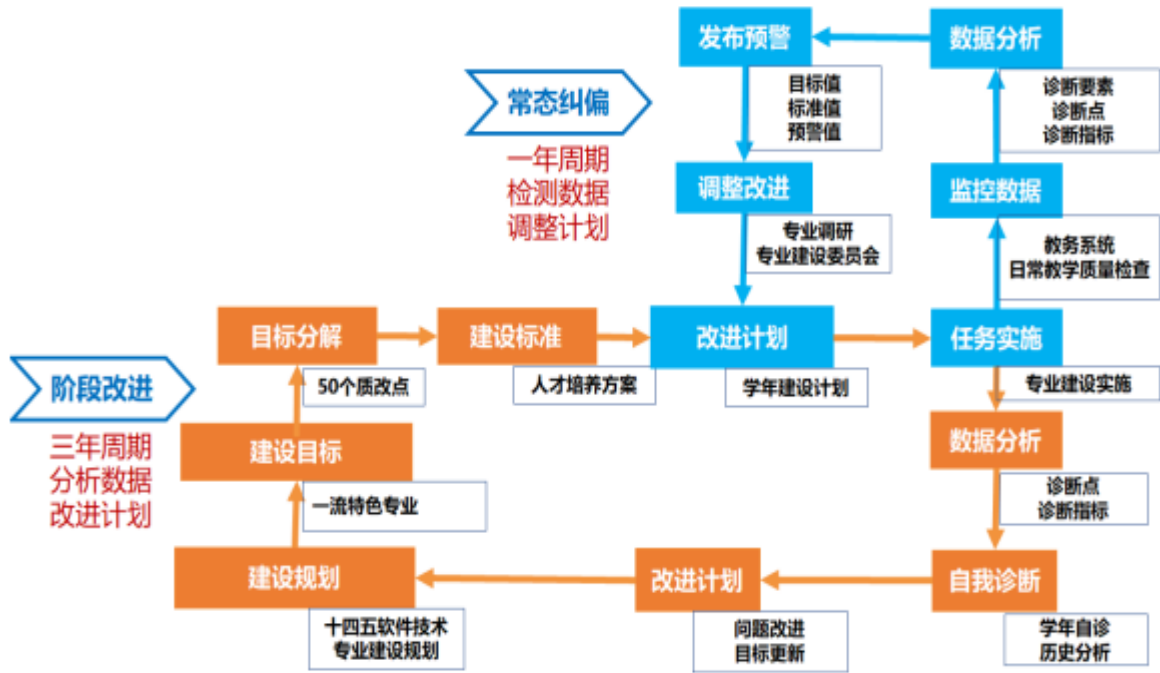

图 2 专业诊断与改进
1. 建立专业建设和教学质量诊断与改进机制，如图 2 所示，健全专业教学质量监控管理制度，完善课堂教学、教学评价、实习实训、毕业设计以及专业调研、人才培养方案更新、资源建设等方面质量标准建设，通过教学实施、过程监控、质量评价和持续改进，达成人才培养规格。